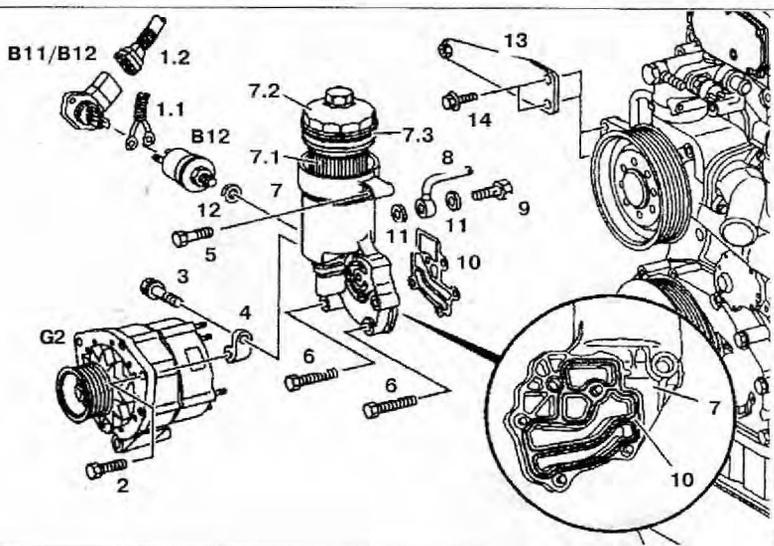

Рис. 3.25. Корпус масляного фильтра:
5. Снимите кронштейн **13** (рис. 3.25).